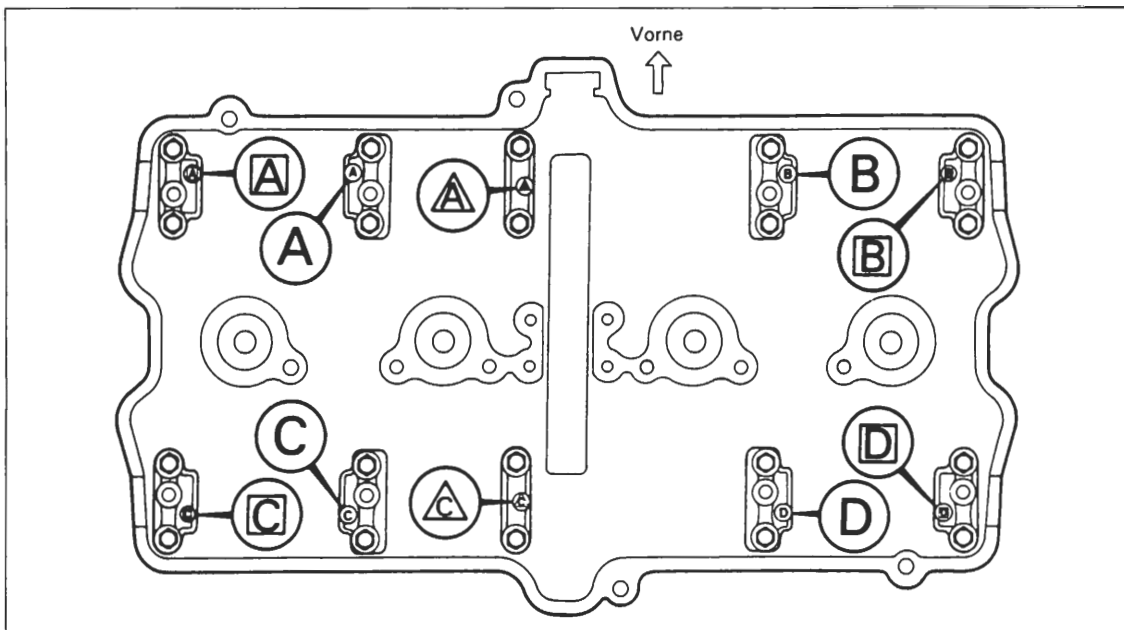

Bild 195
- Lagerdeckel (mit Grossbuchstaben gekennzeichnet; Bild 195) mit Passhülsen anbringen.